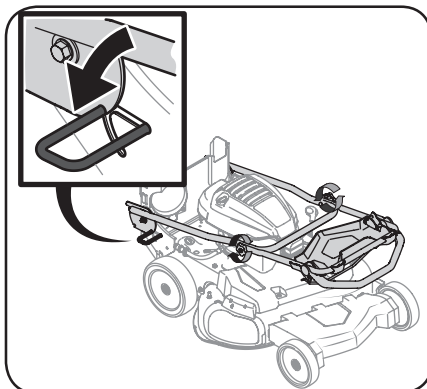

Figure 2-1
2. Poussez le levier de réglage de la poignée vers le bas avec votre pied. Voir Figure 2-1.